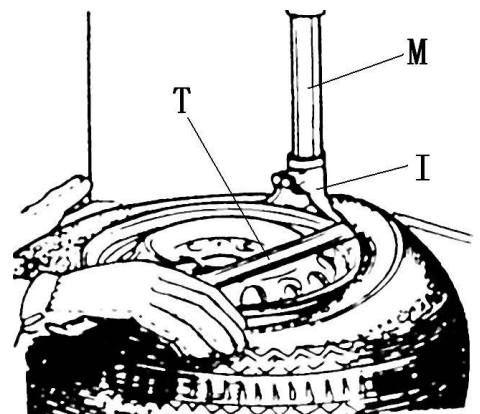

Bild 6
Sänk ner skaftet till monteringsfästet (M), så att monteringsfästet (I) är ca 2-3 mm ovanom fälgens kant. Sväng på spärrfästet (K) för att låsa skaftet. Sätt däckjärnet (T) under däckets klinch nära monteringsfästet, och lyfta klinchen ovanpå monteringsfästet (Bild 6).